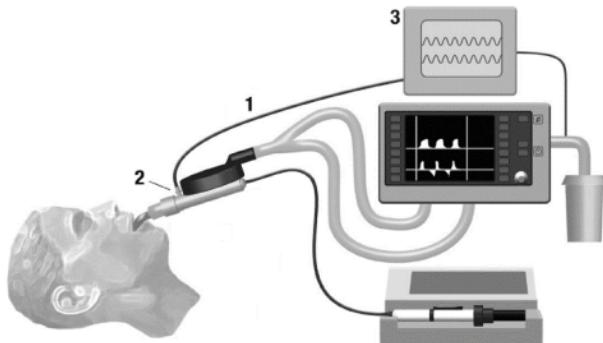

Figura 1
1. Ligue a Linha de Amostragem de Gás (1) à porta de amostragem do monitor de gás dos Sedacóna ACD (2), conforme ilustrado na figura 1. Rode o conector Luer no sentido horário, para obter um ajuste seguro e garantir que não haja fuga de gases no ponto de ligação.
2. Ligue a Linha de Amostragem de Gás (1) ao monitor de gás respiratório (3). Rode o conector Luer no sentido horário, para obter um ajuste seguro e garantir que não haja fuga de gases no ponto de ligação.